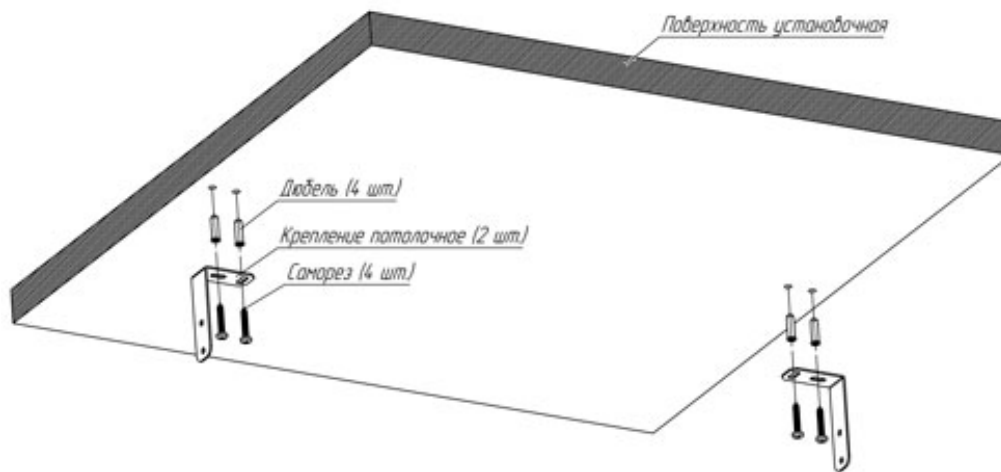

Рис. 7
6.7.5 Закрепить крепление потолочное на установочной поверхности. Рис. 7.